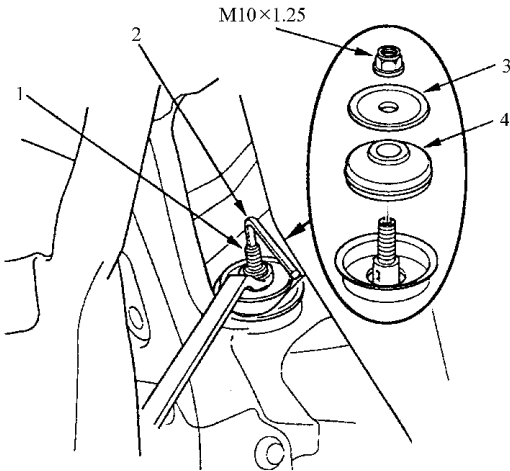

图 6-55 拆卸减振器轴固定螺母
- 6) 如图 6-55 所示，用六角扳手将减振器轴夹住，然后松开凸缘螺母。